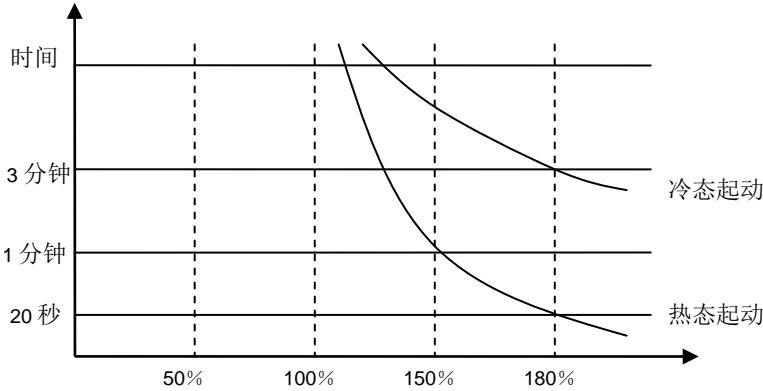

图 6-32 电子热保护
- 为了对不同的电机进行过热保护，可通过 **F9-01** 的值来设定电机过载时的电流曲线。如图 6-32 所示。